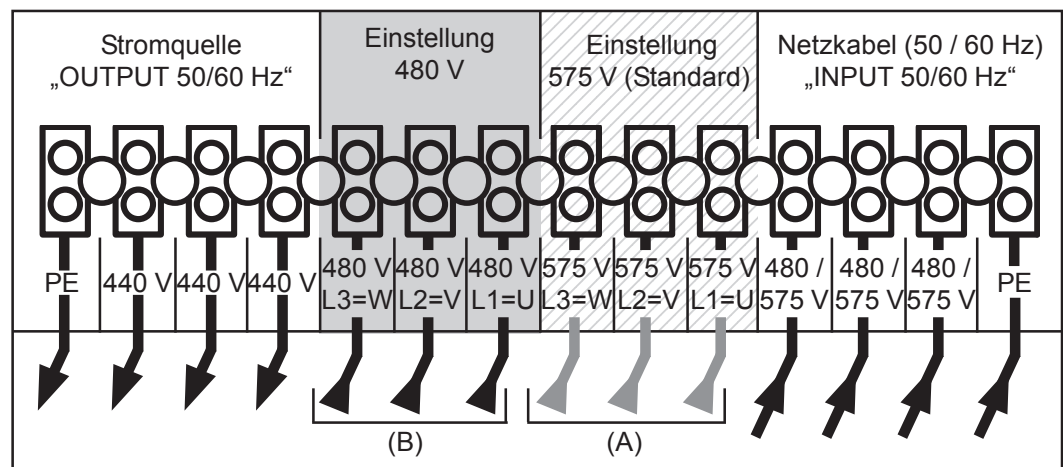

Abb.11 Autotrafo auf 480 V umstellen
4. An der Klemmleiste, im Bereich „Einstellung 575 V (Standard)“ (A), Phasenleiter (L1, L2, L3) abklemmen (Abb.11)
5. Phasenleiter (L1, L2, L3) an den Anschlüssen „Einstellung 480 V“ (B) anklemmen (Abb.11)